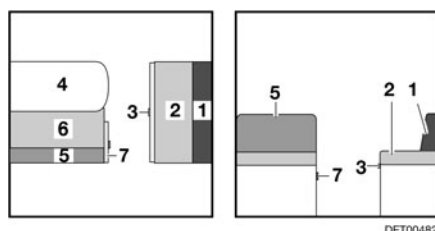

Fig. 122 Antes de la transformación
- Ampliar la mesa (Fig. 122,4) y transformarla en base de cama (véase apartado 7.7).
- Tirar del asidero y abrir la trampilla (Fig. 122,7).